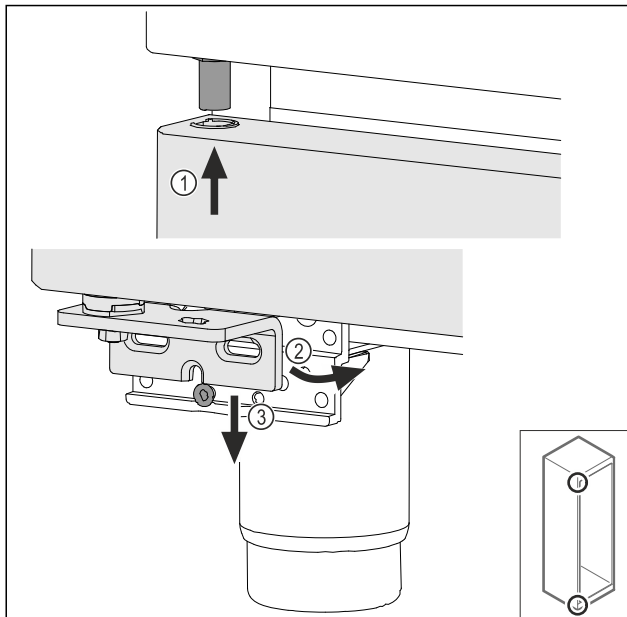

Fig. 43
- ▶ Наденете леко наклонената нагоре врата Fig. 43 (1), подравнете вратата напред Fig. 43 (2) и я поставете отдолу върху винта на опорната стойка Fig. 43 (3).